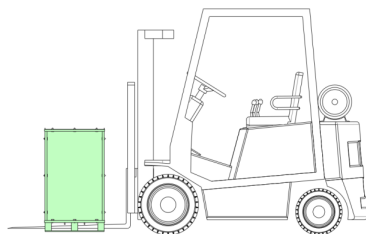

Рисунок 3.1. Перемещение к месту установки
2. Перемещение оборудования к месту установки осуществляется посредством вилочного погрузчика (см. рис. 3.1).